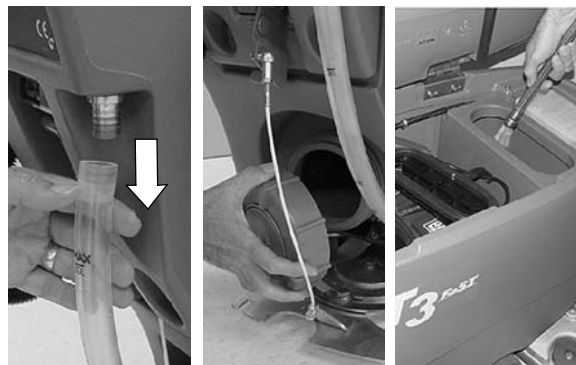

FIG. 38
3. Videz le réservoir de solution et rincez l'intérieur avec de l'eau (60° C maximum), le cas échéant (Figure 38)